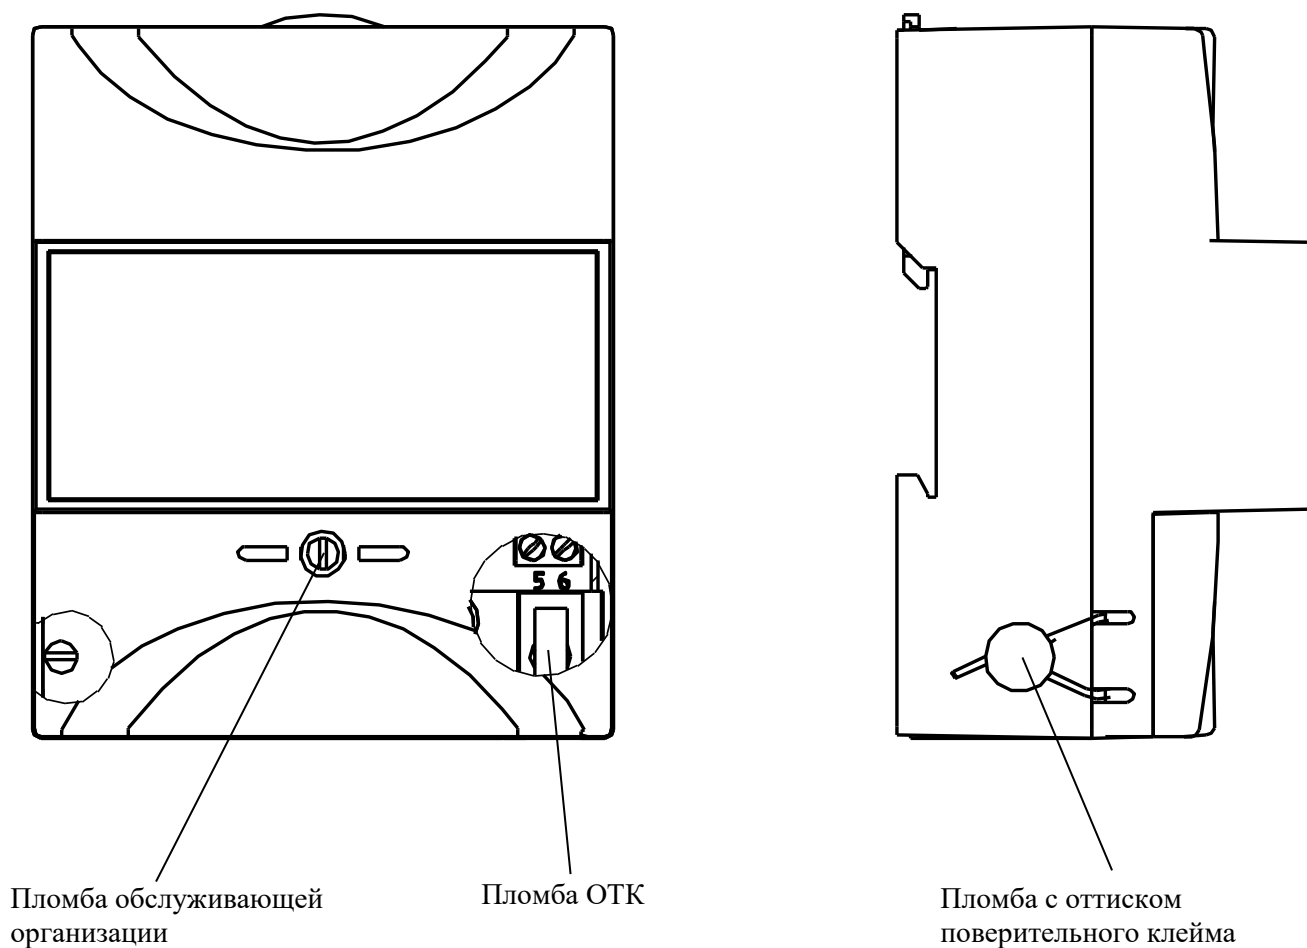

Рисунок 1 – Пломбирование счетчика
5.2 Убедитесь в отсутствии видимых повреждений корпуса и защитной крышки контактных колодок, наличии и сохранности пломб (п.10.3 рисунок 1).
5.5 Зафиксируйте крышку винтом и опломбируйте (п.10.3 рисунок 1).